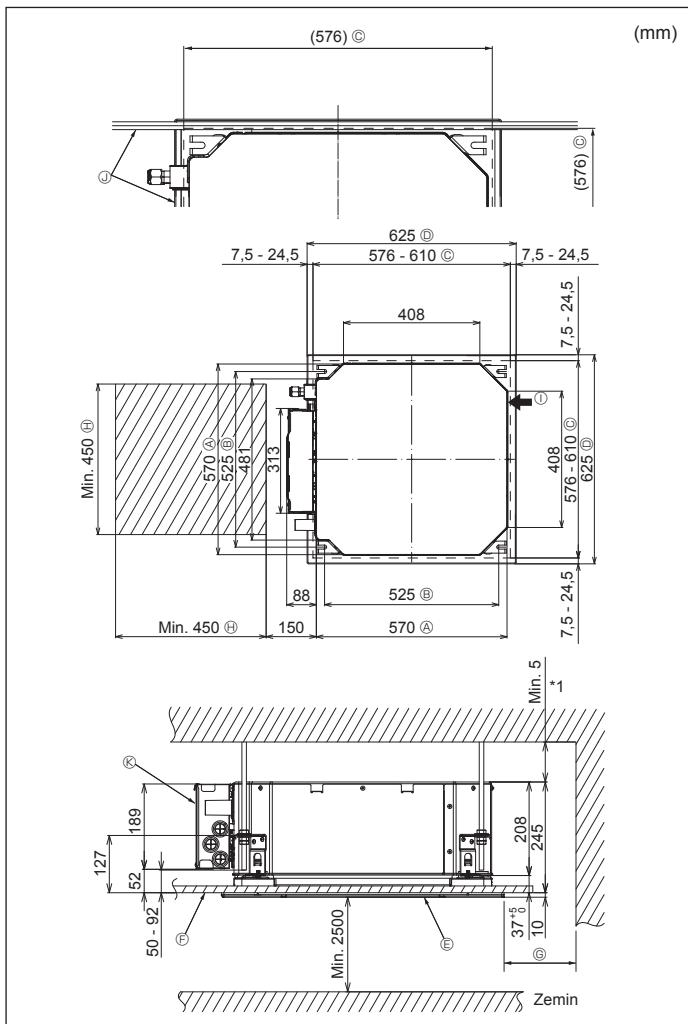

Fig. 2-2
2.2. Tavandaki açıklıklar ve askı civatalarının yerleri (Fig. 2-2)